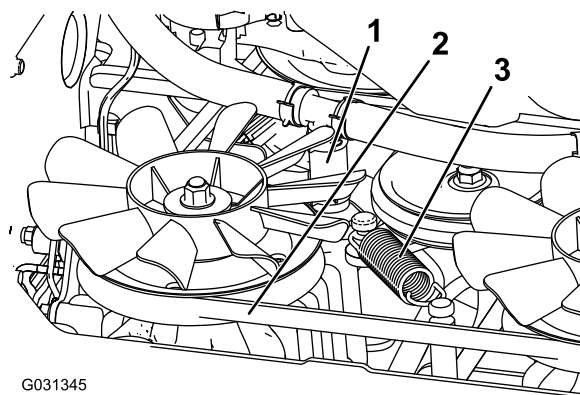

**Figure 80**
3. Localisez les bouchons de vidange au bas de la transmission et placez un bac de vidange sous les bouchons (Figure 80).